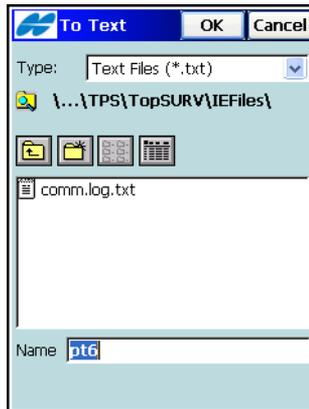

Abbildung 5-30. Datei wählen
4. Nachdem alle Exportkriterien festgelegt sind, müssen Sie die Zieldatei wählen (Abbildung 5-30). Suchen Sie mithilfe der Windows®-CE-Funktionen nach der Exportdatei oder geben Sie den Namen ein und tippen Sie auf **OK**.